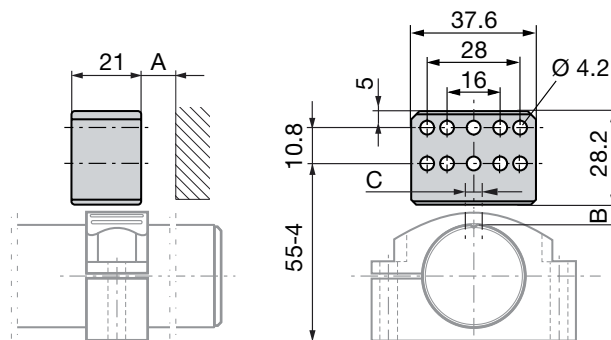
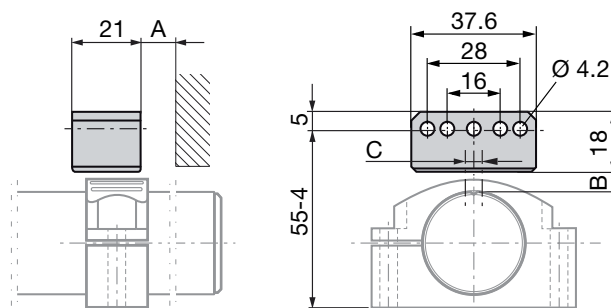

Bild 5-1: Maße und Abstände mit Positionsgeber BTL6-A-3800-2
Bild 5-2: Maße und Abstände mit Positionsgeber BTL6-A-3801-2
- Der Abstand A zwischen Positionsgeber und Teilen, die aus magnetisierbarem Material bestehen, muss mindestens 10 mm betragen (siehe Bild 5-1 und Bild 5-2).
- Für den Abstand B zwischen Positionsgeber und BTL und für den Mittenversatz C (siehe Bild 5-1 und Bild 5-2) folgende Werte einhalten:
Tab. 5-1: Abstand und Versatz für Positionsgeber (siehe Bild 5-1 und Bild 5-2)